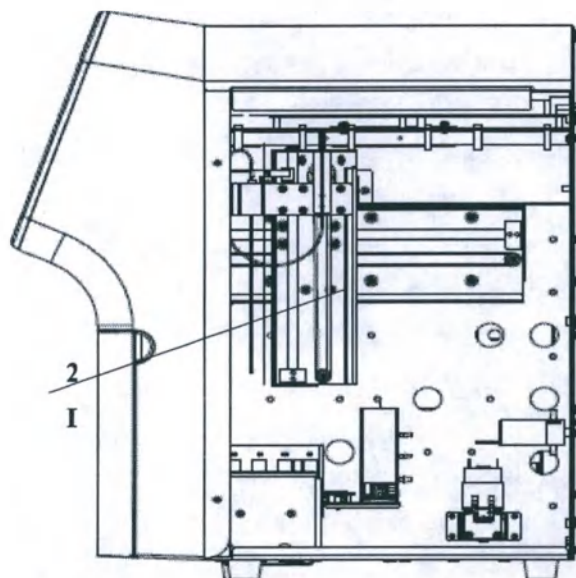

Рис. 4.4.1 Вид после открытия правой дверцы
1. Откройте правую дверцу, как изображено на **рис. 4.4.1**: